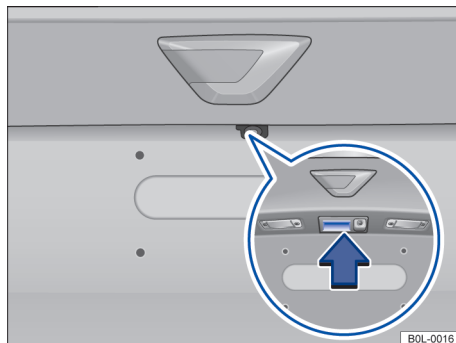

图 46 从车外打开尾门
- 按一下车辆钥匙上的按钮  解锁尾门或完全解锁车辆后，通过按压按钮  图 46（箭头）打开尾门；
- 或：按住车辆钥匙上的  按钮，直至尾门自动打开数毫米，通过按压按钮  图 46（箭头）打开尾门；